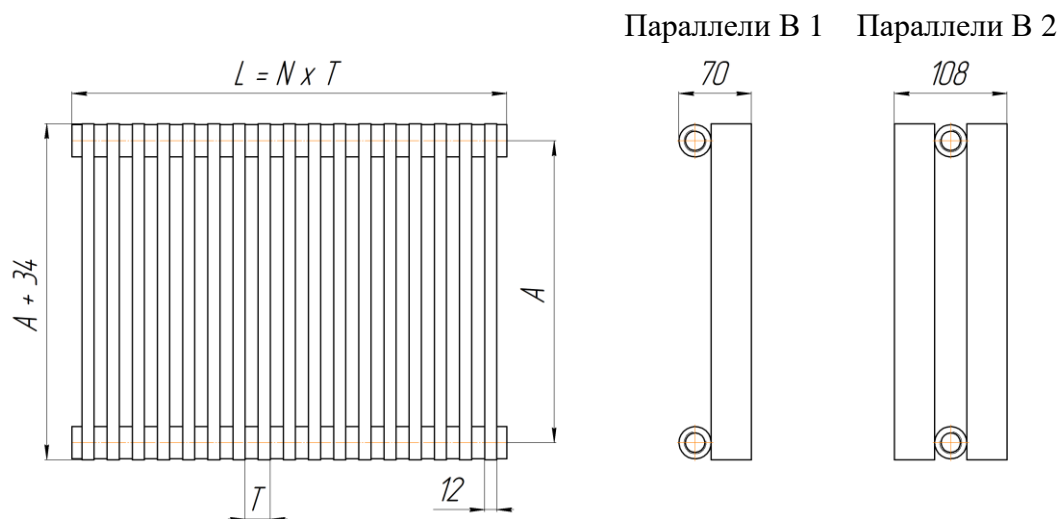

Рис.1    Т – шаг (Т = 25 мм), N – количество секций.
2.1. Основные размеры и параметры радиаторов приведены на рис.1 и в таблице.